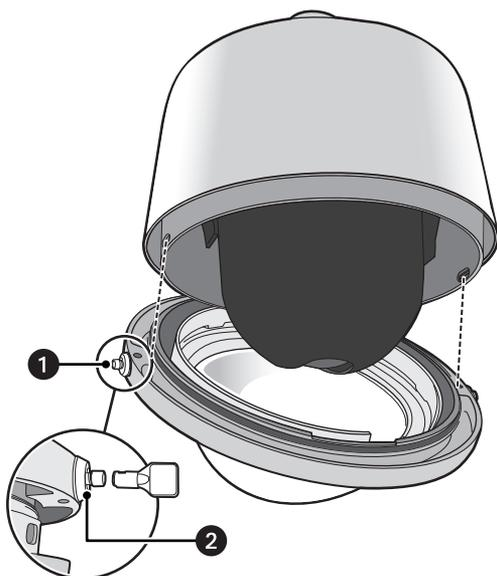

Figura 18. Instalação do dome inferior de serviços pesados pendente
3. Alinhe as travas tipo tambor do dome inferior com os orifícios localizados em cada lado da back box (consulte figura 18 na página 23).